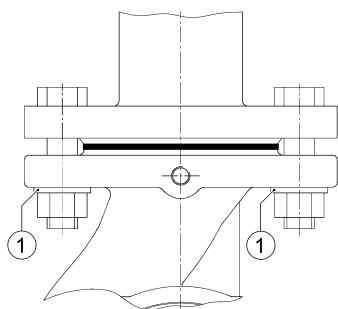

Fig. 12: Montage avec bride combinée
- Entre la tête de vis/d'écrou et la bride combinée, les rondelles jointes (fig. 12, pos. 1) doivent être utilisées.